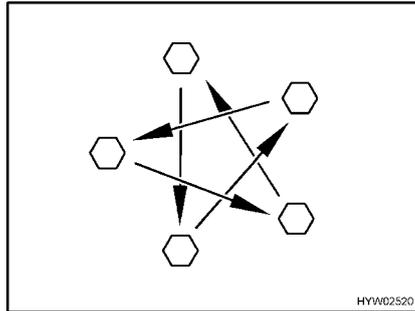

Bild 298 Radmuttern oder Radschrauben über Kreuz anziehen
- Radmuttern oder Radschrauben regelmäßig auf festen Sitz prüfen. Radmuttern oder Radschrauben eines ausgewechselten Rades nach 50 km nachziehen (Bild 298). Anziehdrehmoment siehe Abschnitt 14.5.2.
- Wenn neue oder neu lackierte Felgen verwendet werden, die Radmuttern oder Radschrauben zusätzlich nach ca. 1000 bis 5000 km nachziehen (Bild 298).
- ▷ Radmuttern oder Radschrauben über Kreuz anziehen (Bild 298).